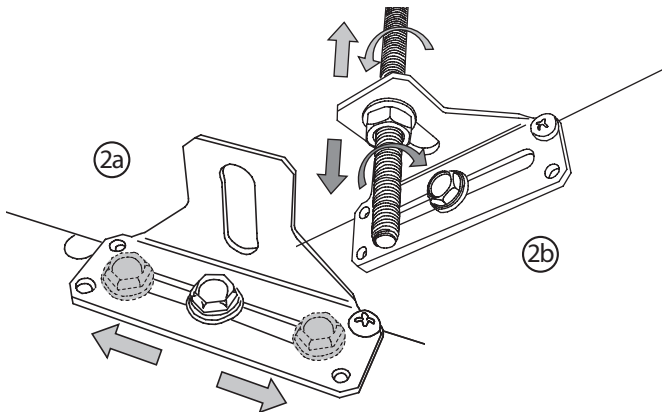

Bild 2. Montage.
- På långsidorna är produkten utrustad med Airflex, ställbara luftriktare (bild 2) som standard. Airflex gör det möjligt att rikta luften och på så sätt få ett dragfritt inneklimat.